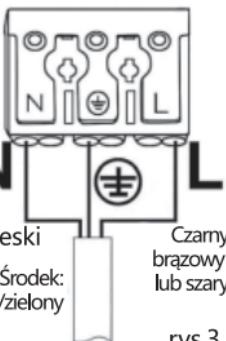

rys.1
- 1. rys. 1:** Zdejmij pokrywę z płyty podstawy (system blokowania/zamykania bagnetowego)..